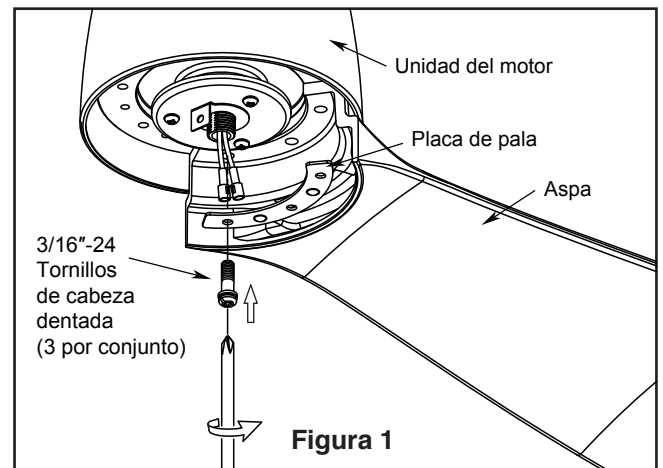

Figura 1
1. Alinee los orificios del aspa con el poste el ensamble del motor. Asegúrese de del aspa esté completamente asentado sobre el volante del ensamble del motor. Coloque la placa de la pala sobre la pala con los orificios alineados e instale la placa en la rueda giratoria usando los tornillos de cabeza serrada, pero no los fije completamente, fije completamente los tornillos para fijar las palas en la rueda giratoria del motor. (Figura 1)
1. **IMPORTANTE:** El uso de un regulador de la intensidad completa (no incluido) para controlar la velocidad del ventilador dañará el dispositivo. Para reducir el riesgo de incendio o descarga eléctrica, no utilice dicho regulador para controlar la velocidad del ventilador. (Figura 1)